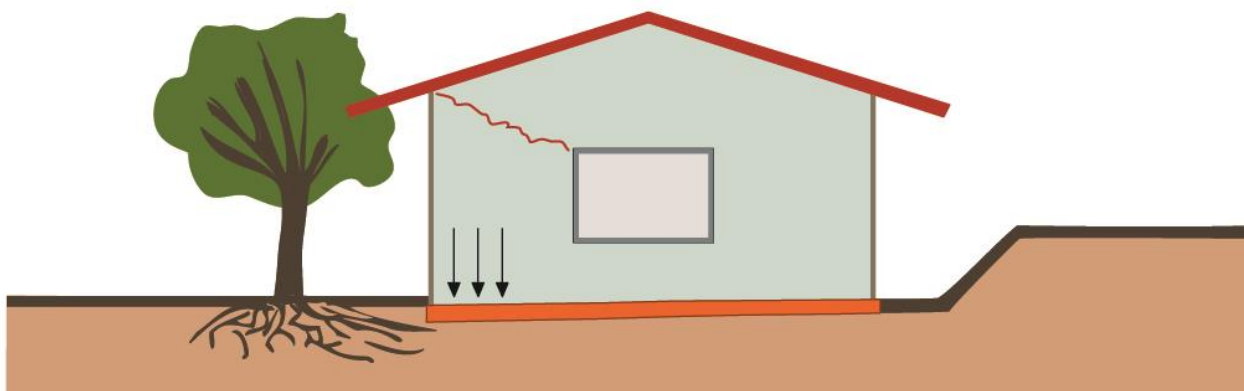

Figura 44: Recalque por solapamento de base de fundação
- 3) **Infiltrações**: a presença de água altera não somente a umidade na base da fundação, mas também pode carregar materiais do subsolo, levando ao **solapamento** da fundação (Figura 44). **Vegetação**, problemas de **drenagem pluvial** na superfície e **rompimento de tubulações** estão entre as principais causas.